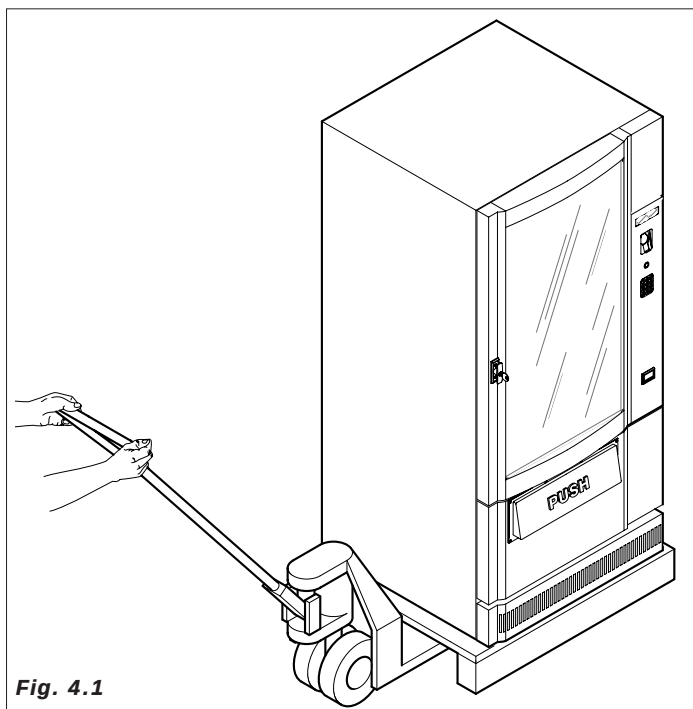

Fig. 4.1
4.1 Transporte y traslado (Fig. 4.1)